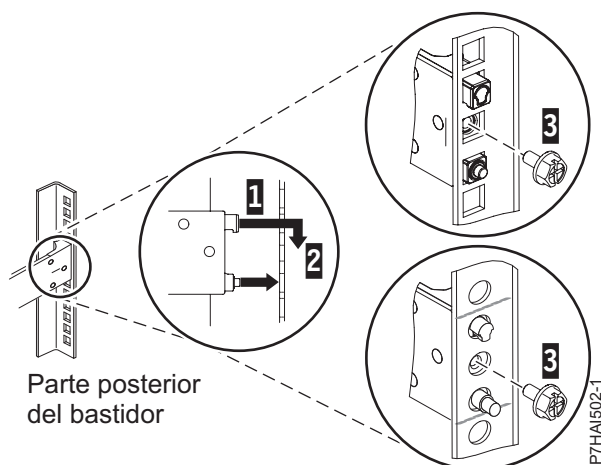

Figura 20. Alineación de las patillas con los orificios de la parte posterior del bastidor
3. Alinee las dos patillas de la parte posterior del riel deslizante con los orificios superior e inferior dentro de la unidad EIA seleccionada que se marcaron anteriormente. Tire del riel deslizante hacia usted para insertar las dos patillas en los orificios del bastidor (1), y baje el riel deslizante (2) para fijar el mecanismo de enganche de la patilla superior. Para conocer detalles, consulte la Figura 20 en la página 23. Asegúrese de que las dos patillas sobresalen de los orificios antes de proceder con el paso siguiente.